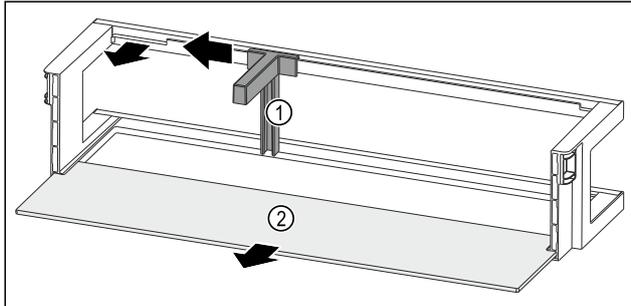

Fig. 51 Estante en la contrapuerta con soporte para botellas y estante
- ▶ Empuje el soporte para botellas Fig. 51 (1) hacia un lado hasta la entalladura.
- ▶ Retire el soporte para botellas Fig. 51 (1).
- ▶ Retire el estante Fig. 51 (2).